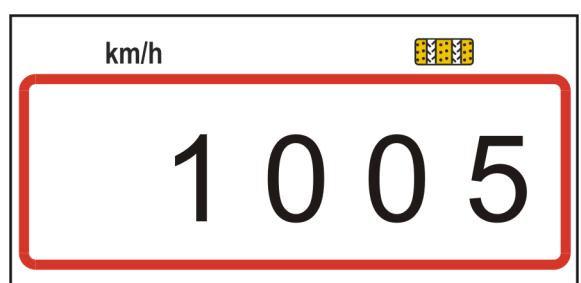

Fig. 74
- Displej (Fig. 74) pokazuje kalibražu (npr. 1005 imp./100 m).